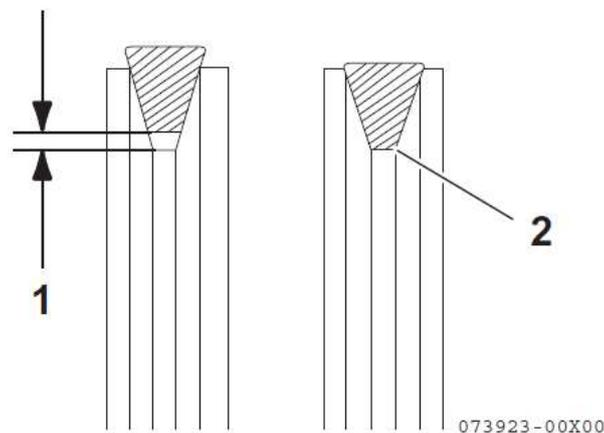

Рисунок 43
4. Снимите одну из крышек маслозаливной горловины (рисунок 43, (1)), чтобы проветрить картер двигателя и обеспечить свободный слив моторного масла.
- Закрепить клинообразный ремень в положении, при котором установилось требуемое натяжение ремня. Между клинообразным ремнем и дном желобка шкива должен быть зазор (рисунок 43 (1)). Если зазор (рисунок 43 (2)) между клинообразным ремнем и дном желобка шкива отсутствует, следует заменить клинообразный ремень.